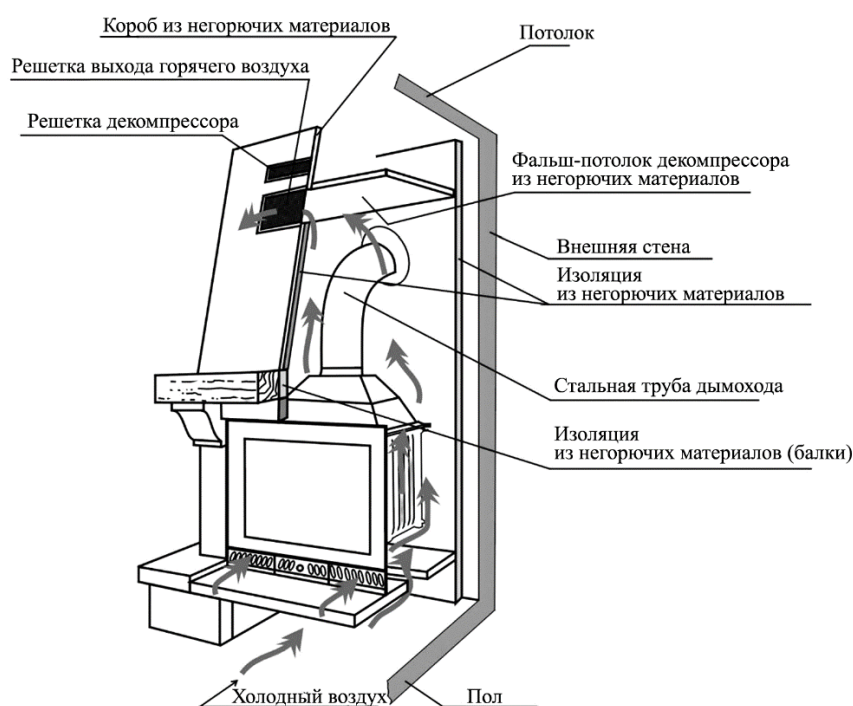

Рис. 1. Примерный способ установки каминной топки
рованы, чтобы они не могли засориться (рис. 1, 4).
3. Обеспечить вентиляцию декомпрессионной решеткой площадью $0,05 \text{ м}^2$. Декомпрессионная камера (пространство между потолком и дефлектором верхней части облицовки) должна иметь высоту около 30–50 см, начиная от потолка (рис. 1, 3, 4).